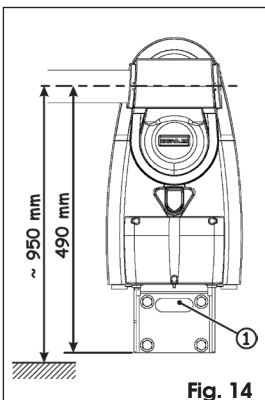

Fig. 14
L'application murale permet d'encaster les câbles électriques dans le mur, en les faisant sortir par la flasque (Fig. 14 réf. ①), ou externes, en utilisant des tubes ou des gaines adéquats. Pour déterminer la position des câbles, voir le chapitre 4.3.1.
1. Déterminer la position de la patte en tenant compte de la cote de la Fig. 14. On conseille d'installer l'automatisme de manière à ce que la lisse se trouve à une hauteur d'environ un mètre au-dessus du sol.